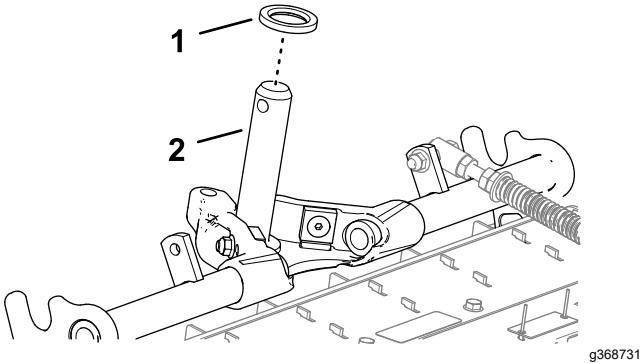

Figure 24
- Vérifiez que la rondelle de butée fraisée est bien insérée par-dessus l'arbre de bâti porteur (Figure 24).